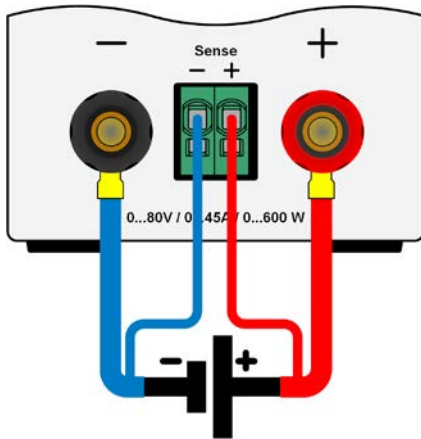

Figure 6 - Exemple de câblage de la mesure à distance
- La mesure à distance est uniquement possible en fonctionnement à tension constante (CV) et l'entrée «Sense» doit être déconnectée dans les autres modes de régulation si possible, car si elle est connectée elle augmente le risque d'oscillations.
- Le câble + sense doit être relié au + de la source et - sense au - de la source, sinon l'entrée Sense peut être endommagée. Par exemple voir *Figure 6* ci-dessous.